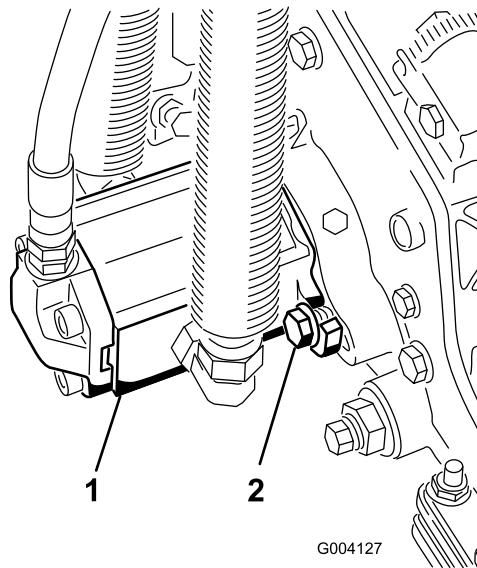

Figure 30
3. Montez le moteur en le tournant dans le sens horaire jusqu'à ce que les brides passent les boulons (Figure 30).